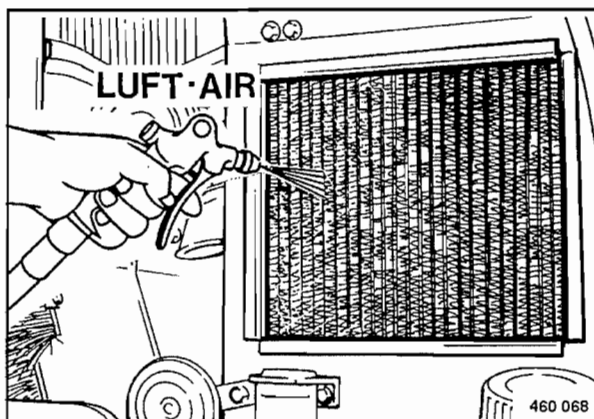

Fig. 104
- Limpiar el radiador del líquido refrigerante (Fig. 104) soplando desde el lado de aspiración.